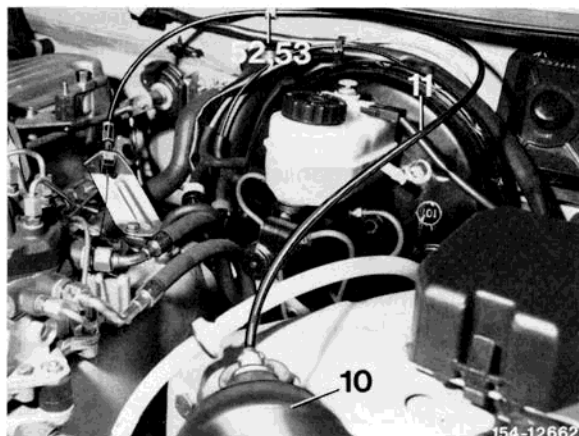

Bild 6
19 Seilzug (11) vom Regelgerät (10) zur Regulierung verlegen und einhängen. Anschließend mit den Teilen (52 und 53) befestigen (Bild 6).